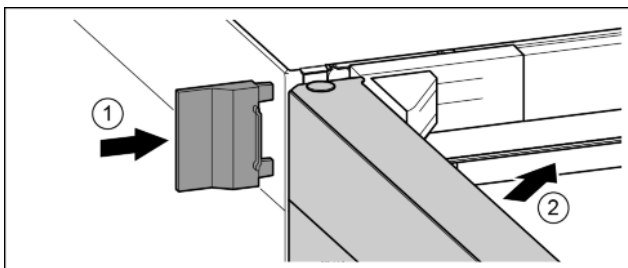

Fig. 23
- ▶ Montați capacul exterior. Fig. 23 (1)
- ▶ Închideți ușa superioară. Fig. 23 (2)